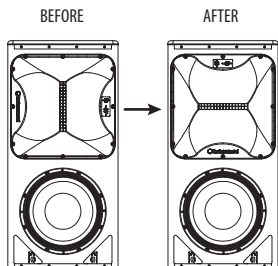

Fig. 6
13. Überprüfen Sie alle Komponenten und vergewissern Sie sich, dass die Hupenausrichtung korrekt ist (Abb. 6).